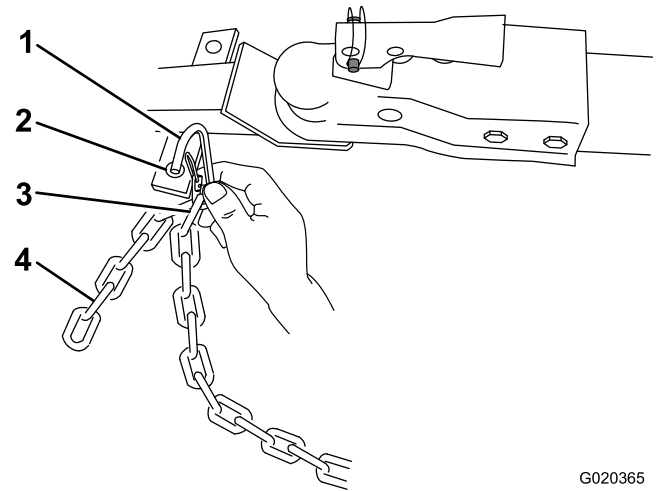

Figura 28
3. Conecte cada tramo de cadena al punto de montaje de la cadena de seguridad del vehículo de remolque con los conectores (Figura 28).
Nota: Para los modelos de descarga frontal, conecte los conectores a los eslabones apropiados de la cadena de seguridad (Figura 28). Si la cadena sobrante cuelga